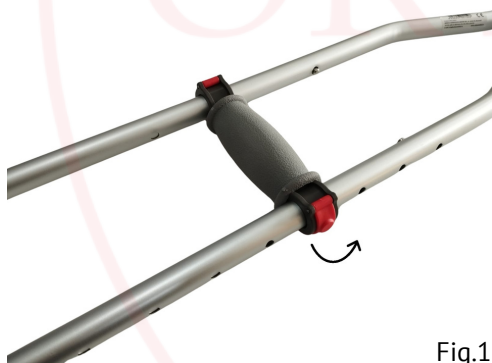

Fig.1
1. Prima data, se desfac cele doua cleme rosii de fixare ale manerului din mijlocul carjei (vezi fig.1)